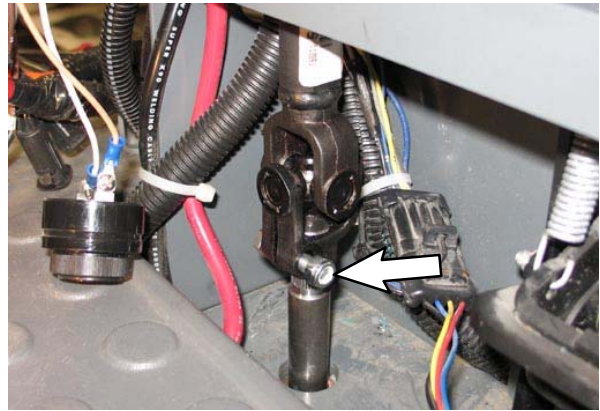

FIG. 63
26. Apriete los tornillos para fijar el eje de dirección (1) al eje de dirección inferior. (Fig. 63)